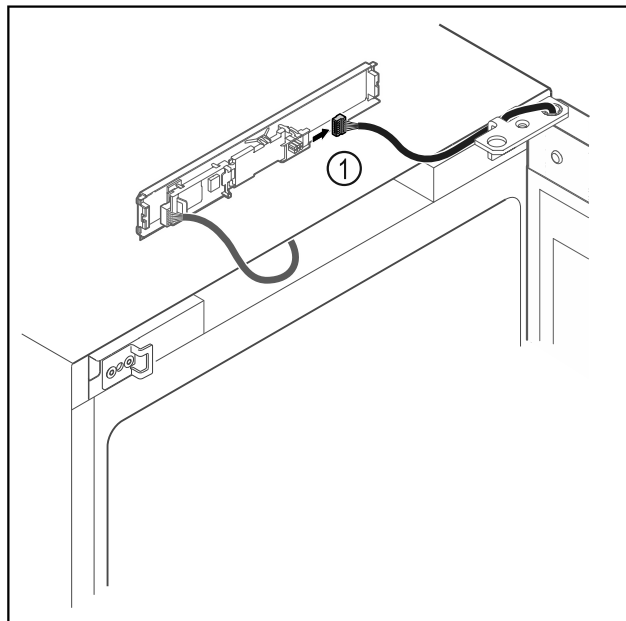

Fig. 20
- ▶ Lossa kontakten Fig. 20 (1) från kretskortet.